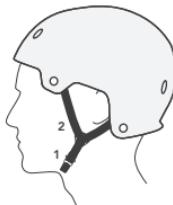

Figure 4. Boucle gauche (1),
3. Faites glisser l'ajusteur de sangle sur la sangle de la tempe gauche (Figure 4) jusqu'à ce que l'ajusteur de sangle se trouve juste en-dessous du lobe de votre oreille gauche